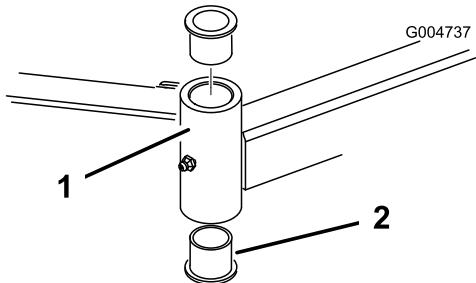

Figure 77
4. Insérez un chasse-goupille dans le haut ou le bas du tube de montage et chassez la bague hors du tube (Figure 77). Chassez ensuite l'autre bague. Nettoyez l'intérieur des tubes de montage.